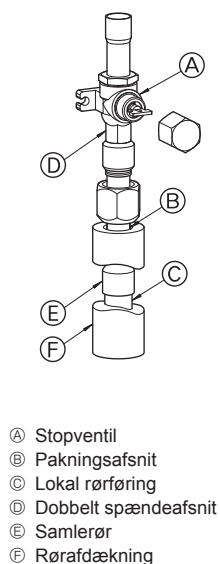

Fig. 4-3
- Følg nedenstående procedure for tilslutning af rør på gassiden. (Fig. 4-3)